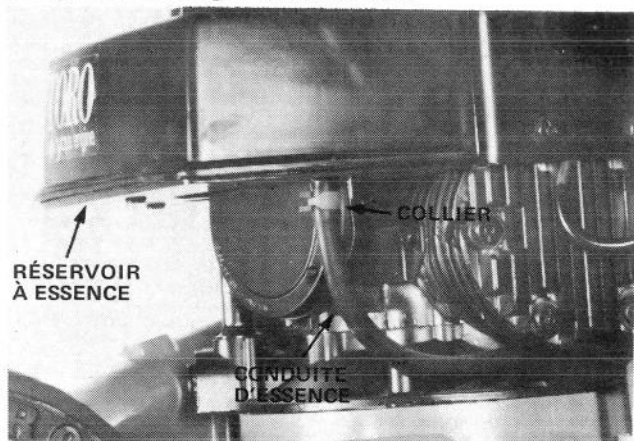

Figure 33
2. Placez un bac à vidange peu profond, propre, sous le réservoir à essence (Fig. 33).
3. Comprimez les bouts du collier qui serre la conduite d'essence sur le raccord du réservoir (Fig. 33), puis glissez-le long de la conduite.